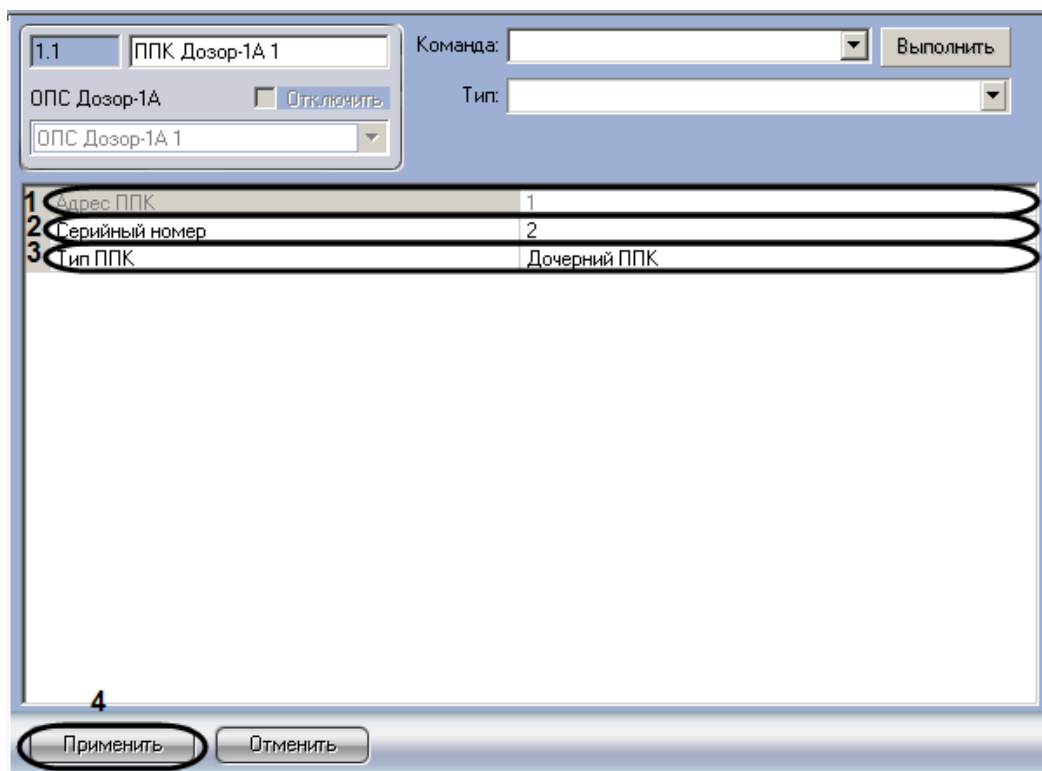

Рис. 3.4—2 Панель настроек объекта ППК Дозор-1А
2. Задать адрес ППК Дозор-1А в соответствующем поле (см. Рис. 3.4—2, 1).